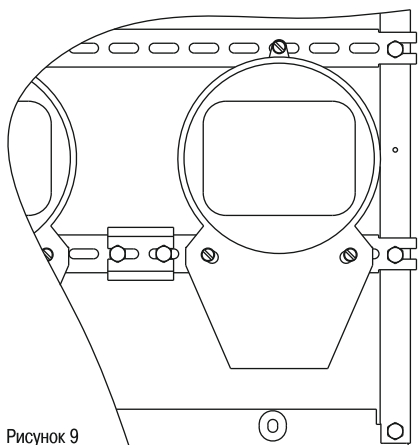

Рисунок 9
2.7 Закрепите на Планке, верхней или нижней относительно счётчика, Т-образную направляющую ТН 35-7,5 L=43,5 мм для установки выключателя нагрузки ВН-32 с помощью болтов М6х14 и гаек М6 (рисунок 9). Болтовое соединение согласно приложению 1.